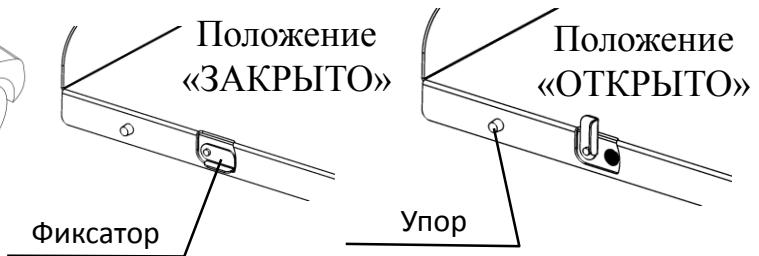

Рис.3
7. Отрегулировать резиновые упоры (вывернуть или завернуть рукой) таким образом, чтобы они упирались в закрытый задний борт грузового отсека (рис.3). Закрыть задний борт.